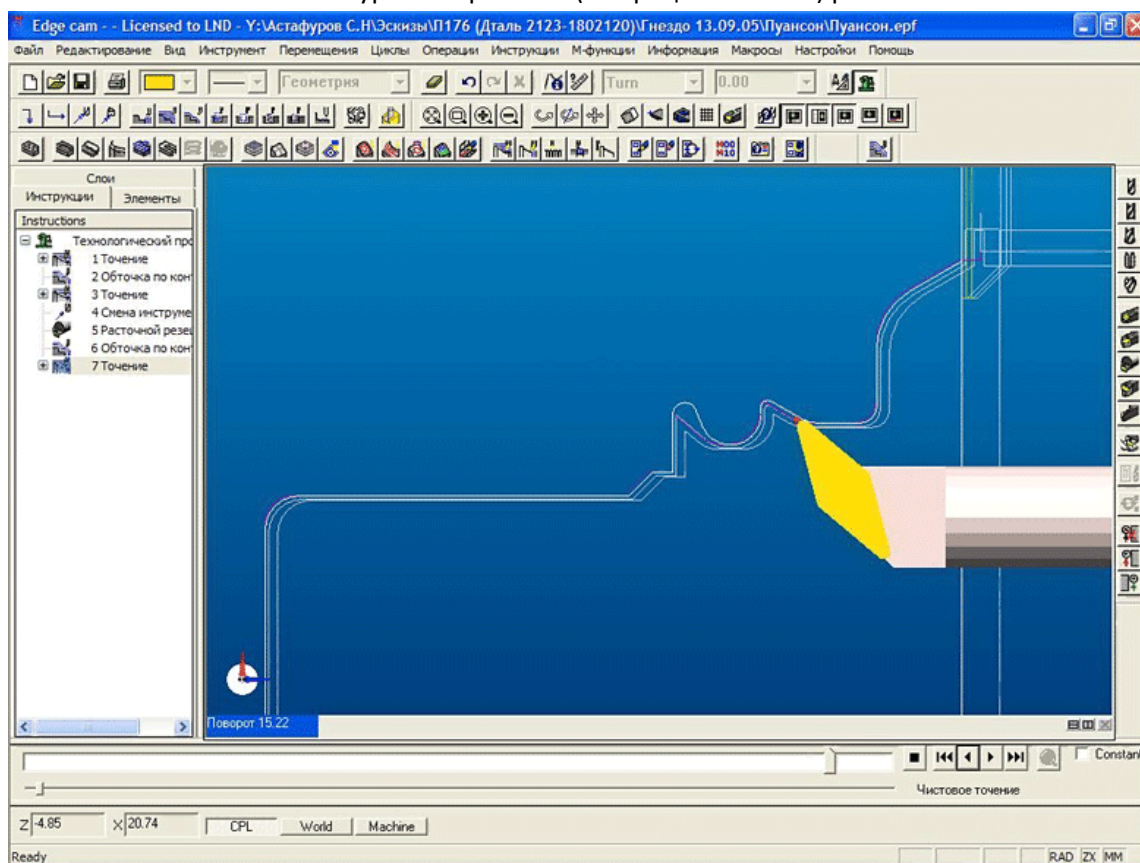

Рис. 14. Edgcam. Окончательная контурная обработка.
14. Окончательная контурная обработка (Операция точение) рис. 14